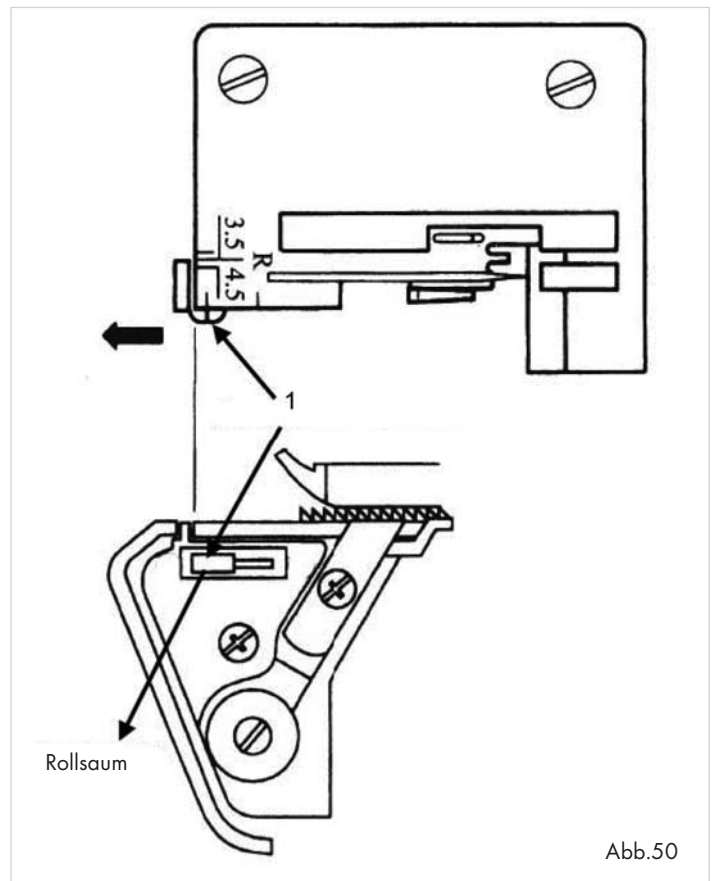

Abb.50
- Öffnen Sie die Frontklappe ⑩.
- Schieben Sie den Nahtbreitenschalter ②③ auf „R“, damit der Nahtbreitenfinger zurückgeschoben wird (1) (Abb. 50).
① Hinweis: